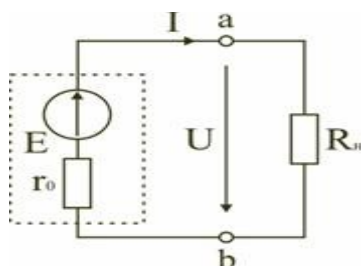

Рис. 1.14
**Источник ЭДС** (рис. 1.14) имеет внутреннее сопротивление  $r_0$ , равное внутреннему сопротивлению реального источника. Стрелка в кружке указывает направление возрастания потенциала внутри источника ЭДС.